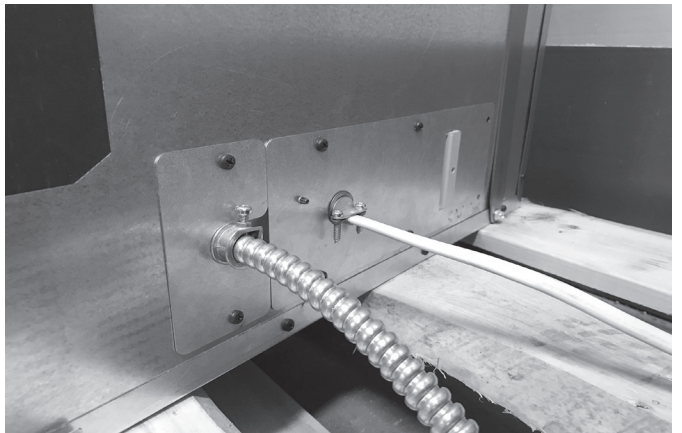

Figure 8.7 Remise en place de la boîte de jonction
- Effectuez tous les branchements électriques nécessaires au niveau de la boîte de jonction, puis refixez cette dernière au couvercle et au boîtier extérieur de l'appareil. Voir la figure 8.7.